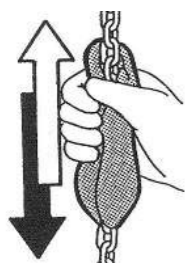

fig.88
7. Asciugare con i panni puliti tutto il tratto della catena. (fig.88)